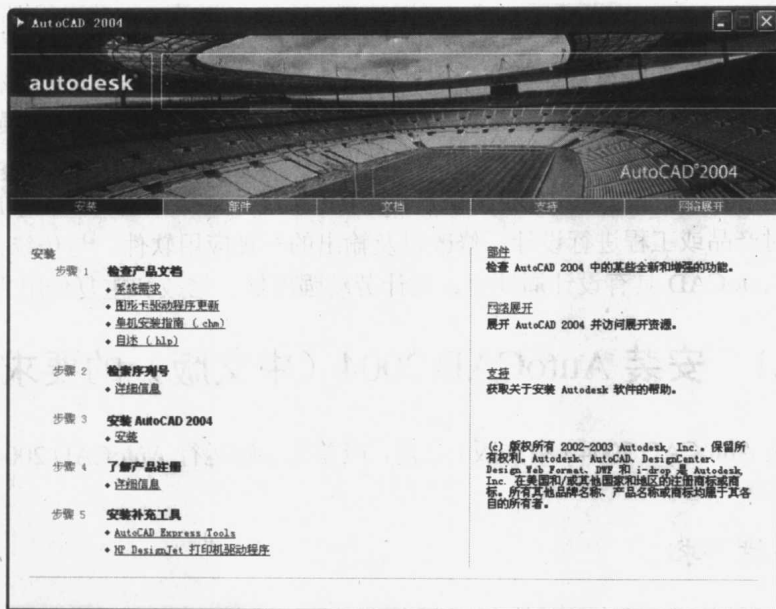

图 1-1 启动安装向导
3. 将 AutoCAD 2004 光盘放入光驱,计算机将自动运行安装程序,或运行光盘中的可执行安装文件“setup.exe”来启动安装程序。屏幕上出现 AutoCAD CD 浏览器,给用户提供安装界面,如图 1-1 所示。